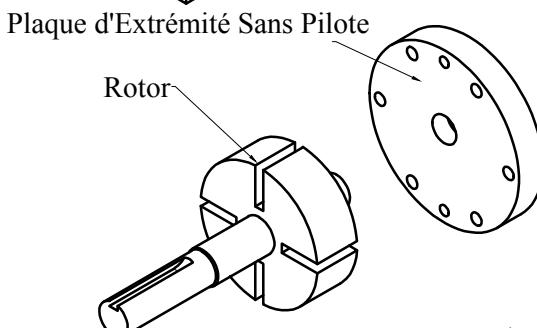

Fig. 7
6. Retirez le rotor et la plaque d'extrémité sans pilote. Voir fig. 7.